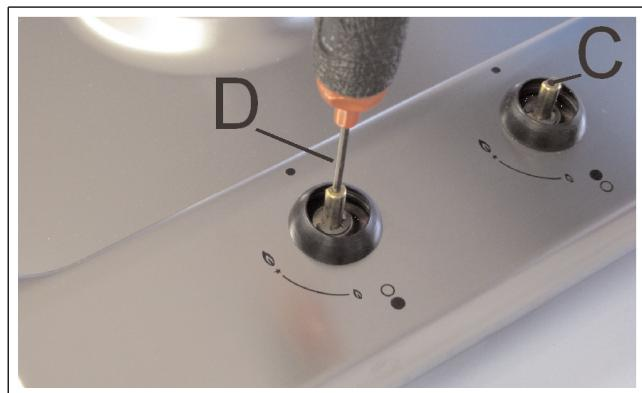

FIG. 12
- Se scoate butonul (fig. 12) al robinetului, fixat prin simplă apasare pe axa ecestui.
- Se introduce o surubelnită mică "D" în gaura "C" (fig. 12) și se roteste la dreapta sau la stânga surubul de reglaj până cand flacara se reglează convenabil la "Minim".